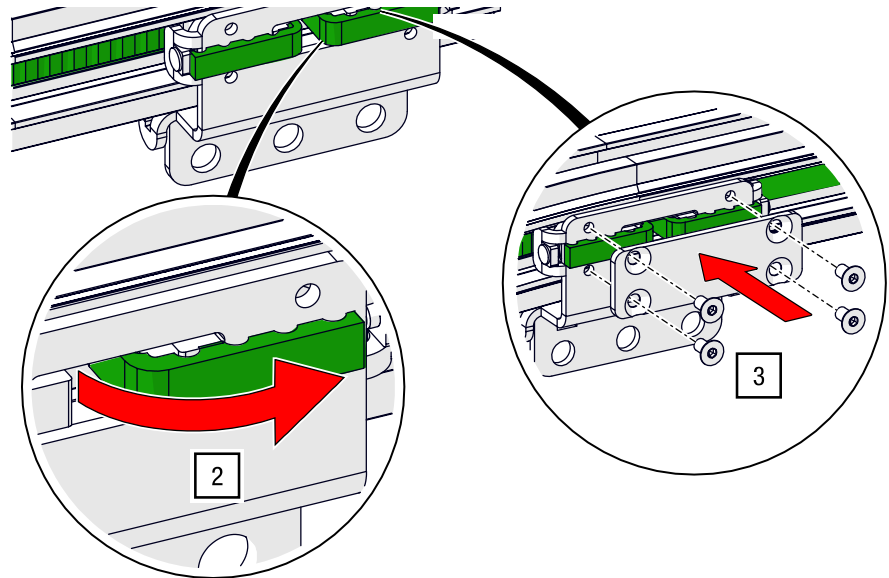

Abb. 84: Zahnriemenmontage – Riemenenden durch den Zugwagen führen und verkleben
2. Ziehen Sie den Zugwagen über die beiden Enden und ziehen Sie die Enden mit einer Spitzzange durch das freigegebene Loch jeweils nach links und rechts außen (siehe Abb. 84).
3. Montieren Sie die Klemmplatte wieder und verkleben Sie die Riemenenden (siehe Abb. 84).